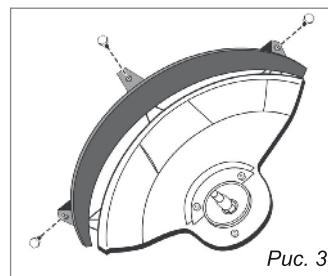

Рис. 3
**Дополнительный кожух. (Рис. 3)**